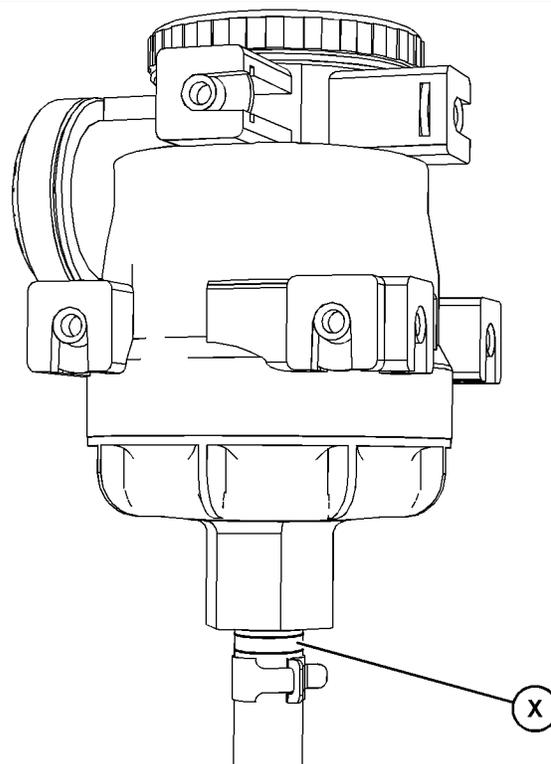

Ilustración 69
8. Desconecte la manguera (4) y el sujetador (3). Asegúrese de que la manguera quede orientada correctamente.
Si se instala una manguera nueva, el extremo de esta con la banda blanca en la posición (X) se debe conectar al recipiente del respiradero. Consulte la orientación correcta en la Ilustración 69 .